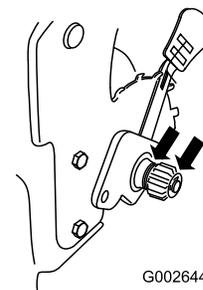

Figure 40
2. Appliquez une couche d'huile de graissage à l'intérieur et à l'extérieur des engrenages, comme indiqué (Figure 40).